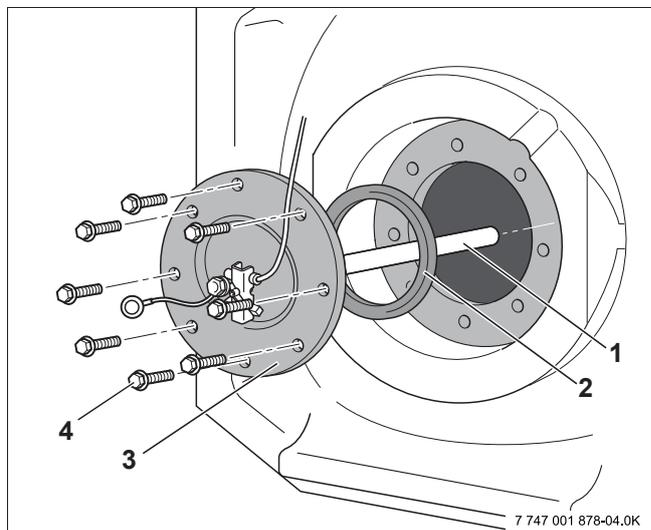

Рис. 13 Демонтаж крышки люка
- Вывернуть болты (рис. 13, поз. 4) из крышки смотрового люка (рис. 13, поз. 3).
- Снять с бака крышку люка вместе с магниевым анодом (рис. 13, поз. 1) и уплотнением крышки люка (рис. 13, поз. 2).